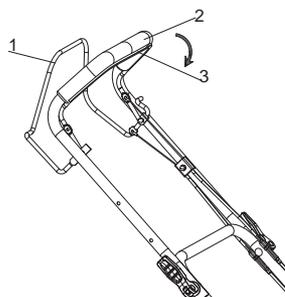

Fig. 13
- Relâcher la barre de freinage (3) pour arrêter le moteur. (Fig. 13)